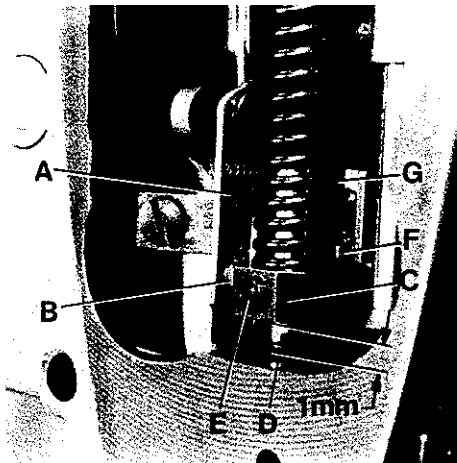

Fig.44
With needle bar at bottom of stroke and presser foot resting squarely on throat plate, there should be a minimum clearance of 0.5 mm (.020 in.) between slot end of link (A, Fig. 44 and 44A) and shank screw (B) in presser bar connection and guide (C) when the foot lifter lever is released. At this time, there should also be at least 1 mm (.040 in.) clearance between bottom of presser bar connection and guide (C, Fig. 44) and top of presser bar bushing (D).
Bei am unteren Hubende stehender Nadelstange und direkt auf der Stichplatte aufliegendem Drückerfuß, soll zwischen dem Schlitzende des Gelenks (A, Fig. 44 und 44A) und der Zapfenschraube (B) und Führung (C) ein Mindestabstand von 0,5 mm sein, wenn der Fußlifterhebel losgelassen ist. Gleichzeitig muß zwischen der Unterseite der Drückerstangen-Verbindung und Führung (C, Fig. 44) und der Oberseite der Drückerstangenbuchse (D) ein Abstand von mindestens 1 mm sein.
With the presser foot resting squarely on throat plate loosen set screw (E, Figs. 44 and 44A) in presser bar connection and guide (C) and nut (F) and adjust long stop screw (G) against the bed casting to ensure the described clearances. Retighten set screw (E) and nut (F).
Bei direkt auf der Stichplatte aufliegendem Drückfuß lösen Sie den Gewindestift (E, Fig. 44 und 44A) in der Drückstangenführung (C) und die Mutter (F) und stellen die lange Anschlagsschraube (G) gegen den Gehäusefuß um die beschriebenen Abstände zu erhalten. Ziehen Sie den Gewindestift (E) und die Mutter (F) wieder an.